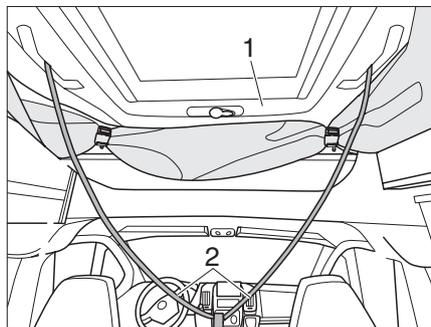

Fig. 58 Fermer le toit relevable
Le toit relevable (Fig. 58,1) est poussé vers le haut par les ressorts à gaz.
- ▶ Tenir le toit relevable par les sangles auxiliaires (Fig. 58,2) et le déplacer vers le haut de manière contrôlée contre la pression des ressorts à gaz.
- ▶ Tirer le toit relevable (Fig. 58,1) vers le bas à l'aide des sangles auxiliaires fixées sur les deux poignées (Fig. 58,2), jusqu'à ce que le toit relevable s'immobilise de lui-même.